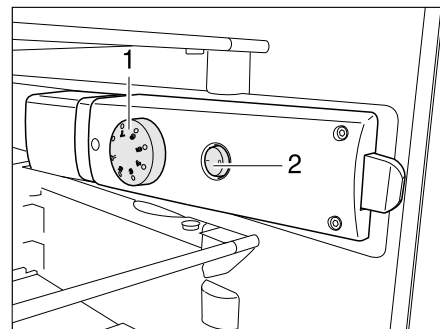

Bild 139 Bedienelemente im Kühlschrank
- Den Temperaturregler (Bild 139,1) von Stellung "0" auf Stellung "1" drehen.
- Wenn die Innenbeleuchtung nicht brennt, den Schalter (Bild 139,2) in Position "I" schalten.
- Temperatur am Temperaturregler (Bild 139,1) einstellen.
- Innenbeleuchtung mit dem Schalter (Bild 139,2) ausschalten.